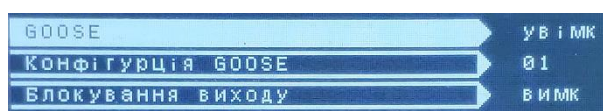

Рисунок 16 – Параметри GOOSE
2.1.8. «Конфігурація GOOSE» - підрозділ призначений для конфігурування параметрів GOOSE (див. рисунок 16).